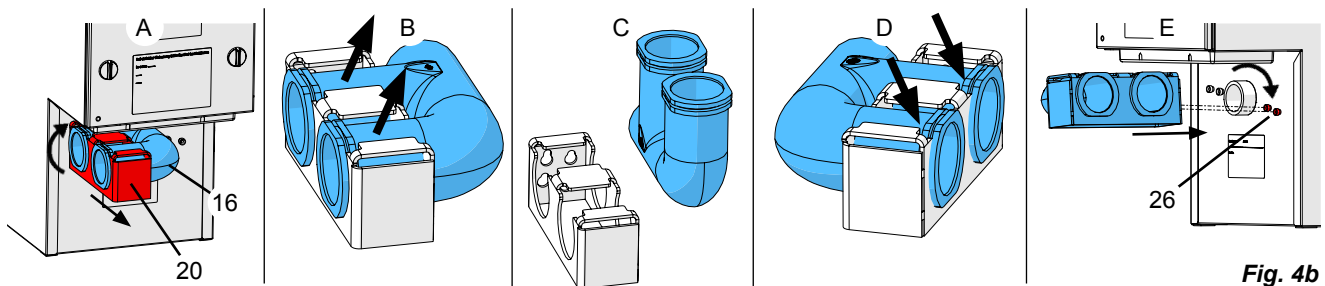

Fig. 4b
- ⇒ Encaixe o coletor de admissão (16) no tubo de ligação do aspirador e enganche o suporte (20) nos parafusos de suporte (26, Fig. 4b).